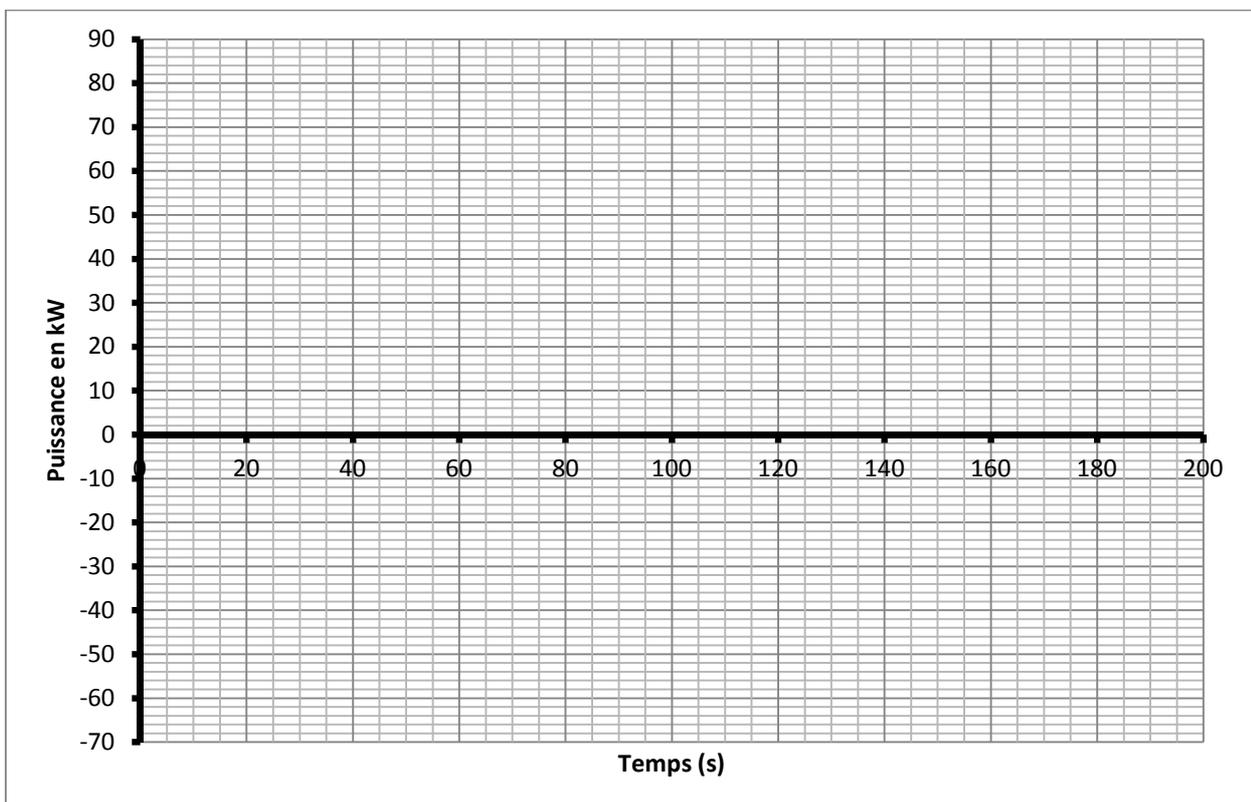

Figure 2: puissance batterie
- 2.4 Représenter la variation de la puissance délivrée par la batterie sur le document réponse (Figure 2) pour un cycle.